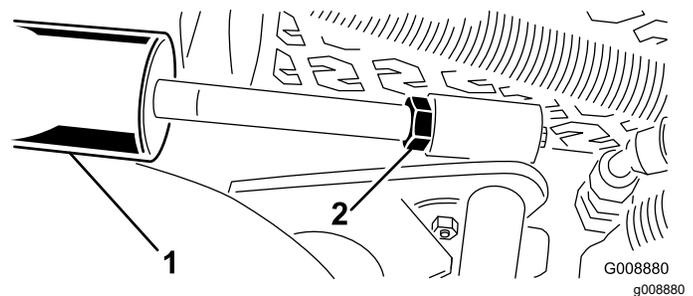

Figura 31
- Afrouxe a contraporca do cilindro de elevação (Figura 31).